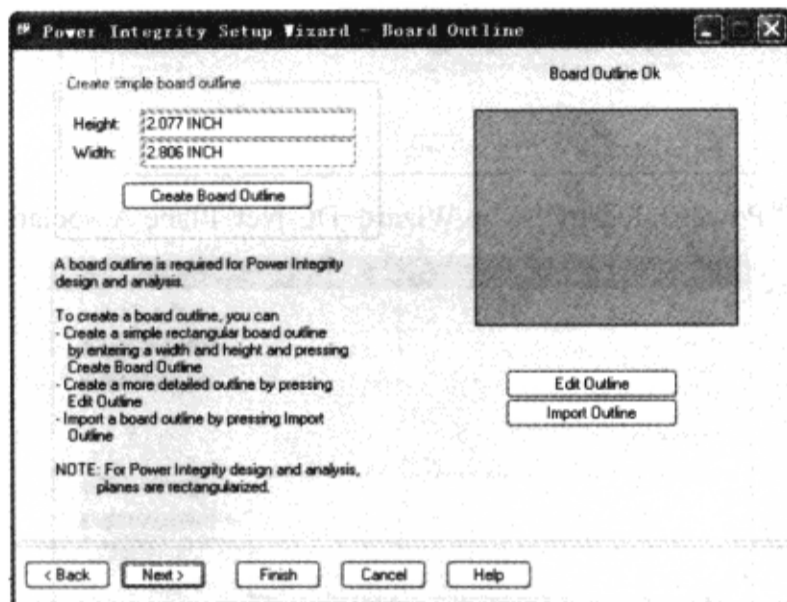

图 10-7-27 “Power Integrity Setup Wizard-Board Outline”对话框
(3) 关闭“Signoise Errors/Warnings log”窗口。
(4) 在“Power Integrity Setup Wizard-Introduction”窗口中单击“Next”按钮，弹出“Power Integrity Setup Wizard-Board Outline”对话框，如图 10-7-27 所示。